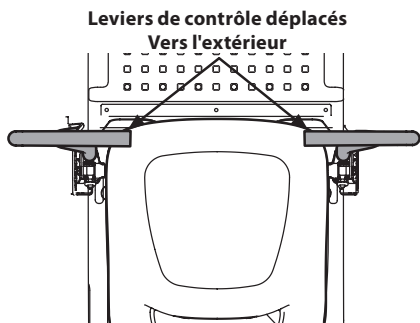

Figure 19
3. Déplacez complètement les leviers de commande de la barre abdominale (Figure 19).